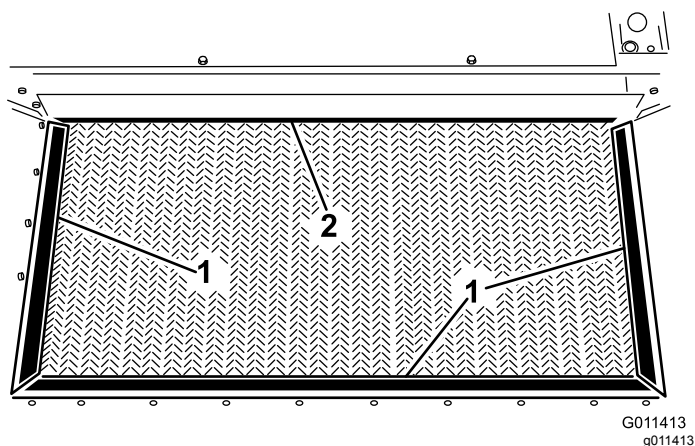

**Figura 27**
3. Certifique-se de que a distância central entre os veios dos rolos da correia transportadora (Figura 27), em cada lado da máquina, é igual — aproximadamente 89,5 cm.